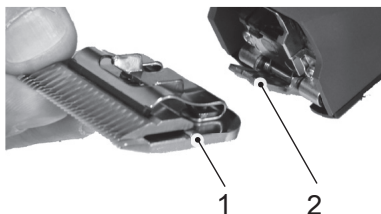

Fig. 8
6. Kiinnitä haluamasi leikkuupää terän saranaan ja taita se päälle kytkettyyn karvanleikkukoneeseen kevyesti painamalla (Fig. 8, 9, 10).